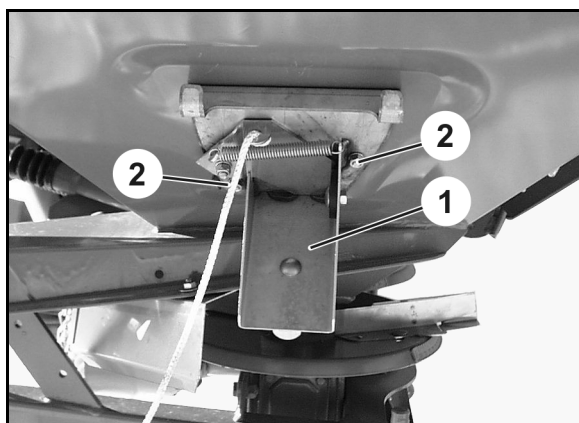

Bild 42
2. Montera utloppsbrännan (Bild 42/1) med fästskruvarna (Bild 42/2).